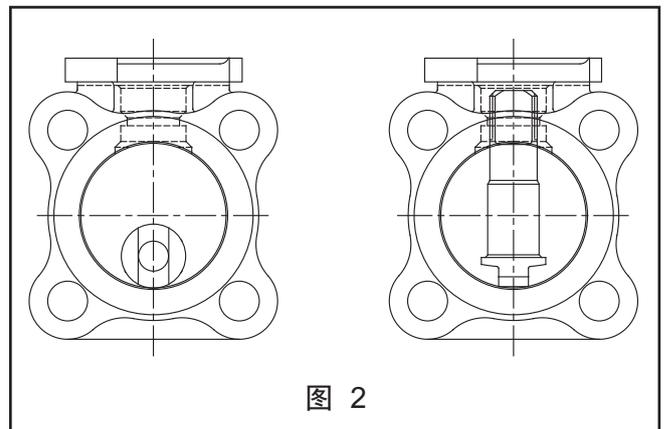

图 2
2. 将阀杆(4)水平地装入阀体孔内(螺纹端在先)。阀杆末端的扁势必须垂直(见图2)。阀杆装入阀杆孔,注意不要刮伤轴承。